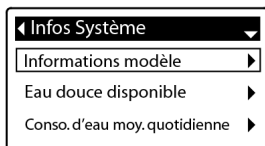

FIG.50
3. Appuyez sur **SELECT (O)** pour afficher le menu Informations sur le système (Figure 50).
7. Après avoir lu l'écran d'information, appuyez sur **SELECT (O)**. L'affichage reviendra au menu Informations sur le système (Figure 50). Il se fermera automatiquement si aucun bouton n'est enfoncé pendant quatre minutes.